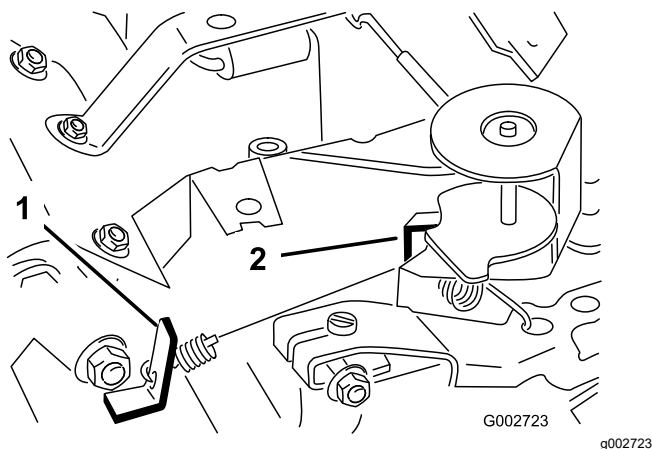

图 39
3. 弯转调节怠速弹簧锚柄脚图 39 以达到 1,675/1,175rpm 的怠速。
6. 弯转高速弹簧锚柄脚图 39 以达到 3,350/3,450rpm 的高速。